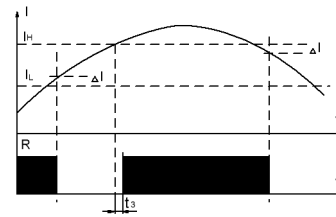

Рис.4 Функция F4
**Реле контроля тока в заданном диапазоне (функция F4 рис.4).** (программируется верхнее и нижнее значение тока).